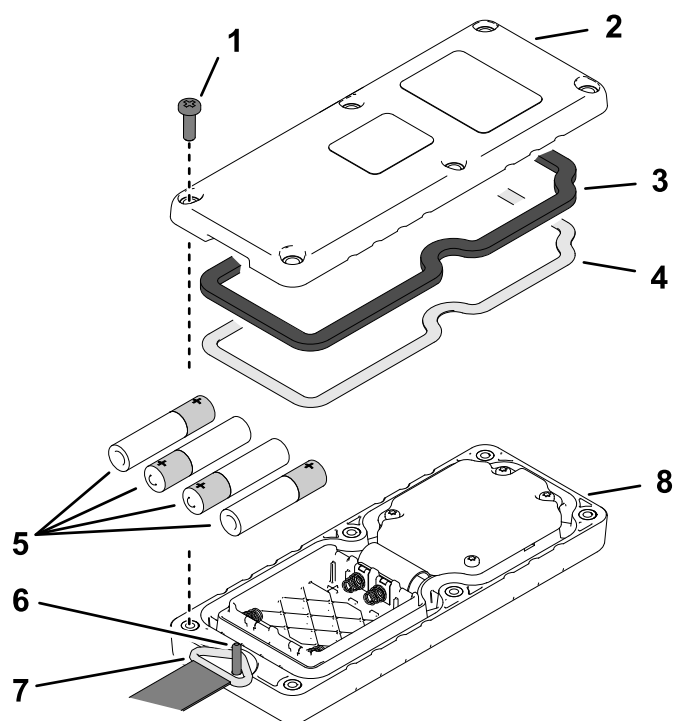

Figura 52
- Retire los 6 tornillos que unen las dos mitades de la cubierta del control remoto manual y retire la cubierta trasera (Figura 52).
- Asegúrese de que el obturador de acero y la junta de goma están asentadas en la ranura en la mitad de la cubierta y alinee la cubierta trasera con la delantera (Figura 52).
- Alinee la anilla de amarre sobre el pasador de amarre (Figura 52).
- Vuelva a montar la cubierta trasera a la cubierta delantera con los 6 tornillos (Figura 52).